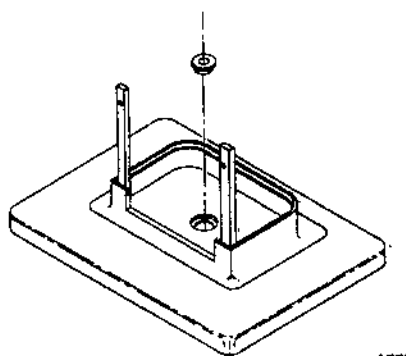

Figura 11
Paso 3: Quite el sello de goma de la base RENOK y deséchelo en un contenedor de desechos biológicos. Instale un nuevo sello de goma y vuelva a montar el sistema RENOK en el orden inverso de las instrucciones anteriores. Vea la Figura 11.